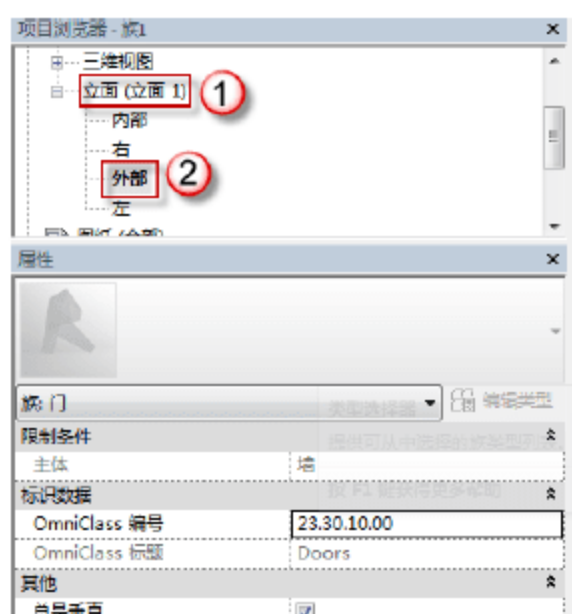

图 6.1.50 双开门 M2030 的外部立面视图
(6) 选择“项目浏览器”中的“立面（立面 1）”→“外部”选项，可以进入双开门 M2030 的外部立面视图，如图 6.1.50 所示。